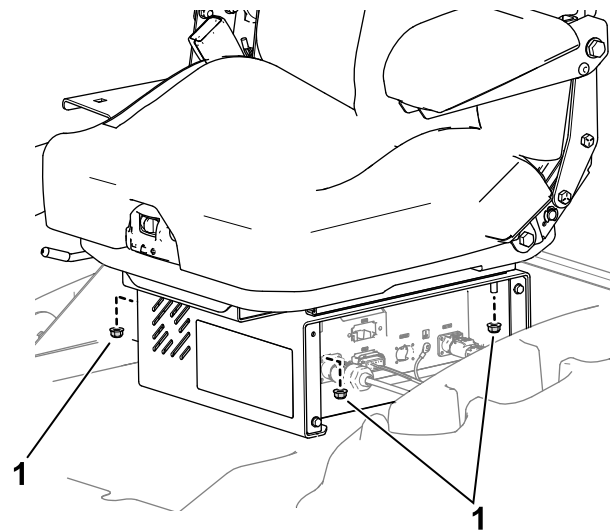

Bild 10
- B. Verwenden Sie vier Muttern, um den Sitz an der Sitzfläche zu befestigen (Bild 10).